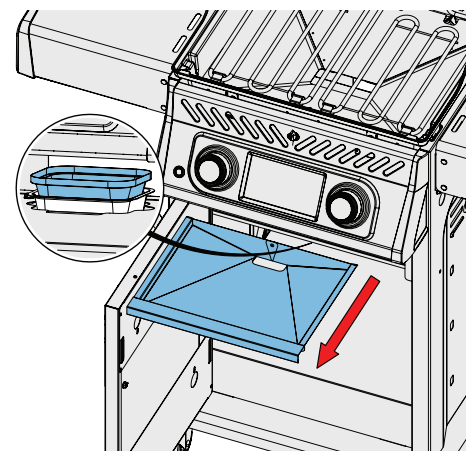

Fig. 8
1. Skub drypbakken ud af apparatet for at få adgang til den engangs-fedtopsamlers eller for at rengøre drypbakken. (Fig. 8)
- Rengør ofte for at undgå fedtopbygning – cirka hver 4-5 gange. (Fig. 8)